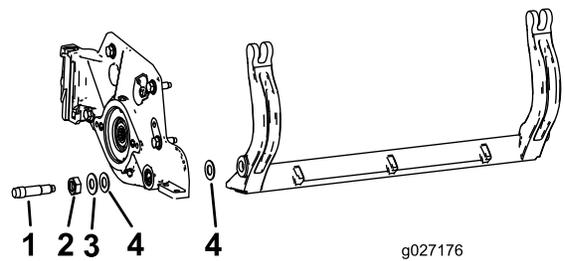

Bild 28
4. Nehmen Sie jede Schraube des Untermesserträgers ab, damit der Untermesserträger nach unten gezogen und von der Maschine entfernt werden kann (Bild 28).
Hinweis: Bewahren Sie die zwei Nylonscheiben und eine der Scheiben aus gestanzten Stahl an jedem Ende des Untermesserträgers auf (Bild 28).
Hinweis: Legen Sie eine Nylonscheibe an jede Seite des Seitenplattenansatzes. Legen Sie eine Stahlscheibe außen auf jede Nylonscheibe (Bild 28).